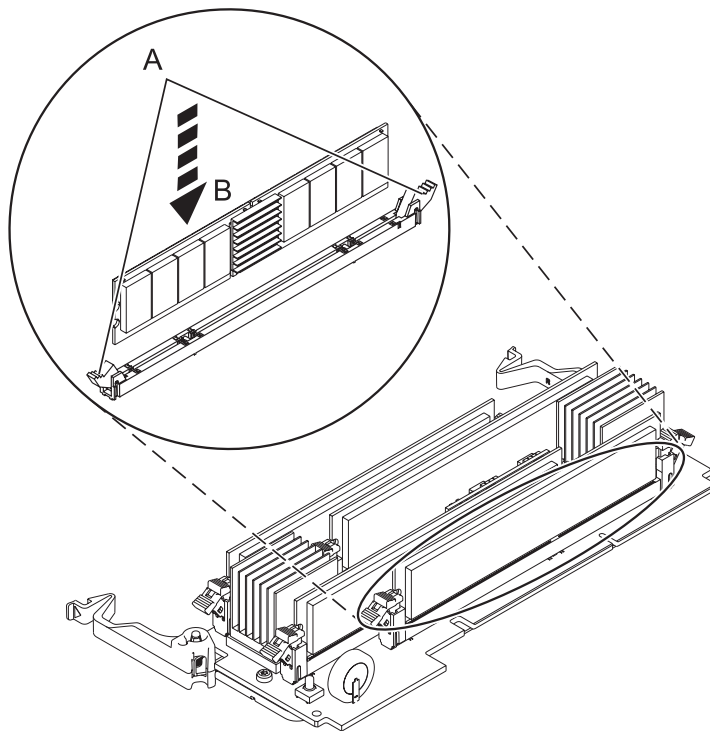

Figure 5. Installation d'un module de mémoire
12. Vérifiez que les languettes de verrouillage du connecteur (A) sont en position ouverte, comme indiqué dans la figure 5, à la page 12, avant d'installer un nouveau module de mémoire.
13. Prenez délicatement le module de mémoire par le bord (B) et alignez-le avec le connecteur.